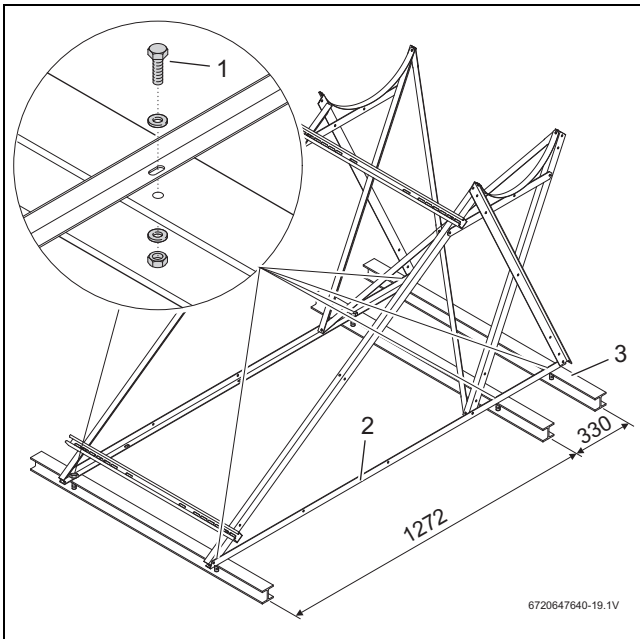

Fig. 28 Soporte para tejado plano sobre viga en I, medidas en mm (sistema de 150/200 I)
- Fijar los perfiles por medio del anclaje sobre vigas de acero (Fig. 28).